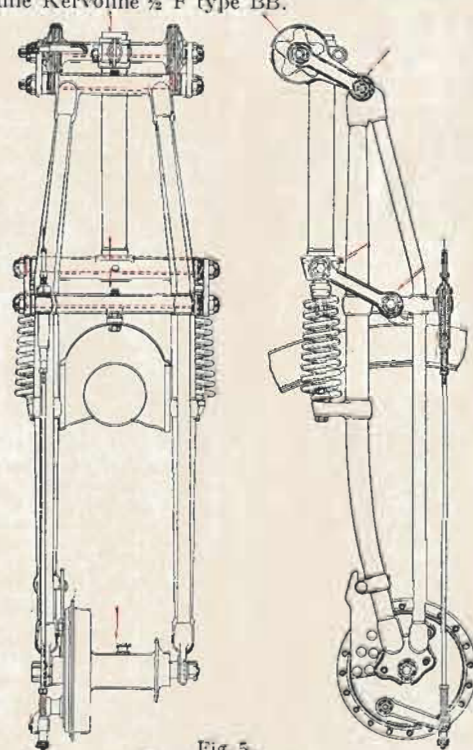

Fig. 5.
Celle-ci est assurée par une fourche élastique à parallélogramme déformable. Grâce à cette disposition, aucune variation d'emplacement n'est possible. Cette fourche est munie d'amortisseurs réglables faisant partie du poids suspendu de la machine et montés sur la branche du parallélogramme soumise à la plus grande variation angulaire (fig. 5).
line Kervoline, introduites dans les graisseurs prévus à cet effet. Graisser également les ressorts avec un pinceau enduit de Kervoline ½ F type BB (fig. 5).
**FOURCHE ÉLASTIQUE.** — Toutes les articulations doivent être fréquemment graissées, de même que les ressorts. Surveiller le jeu des roulements de direction (fig. 5).